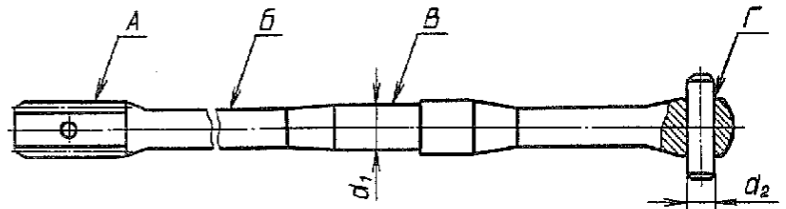

Рис. 163. Полуось с пальцем в сборе
2.1. Полуось с пальцем в сборе (рис. 163)